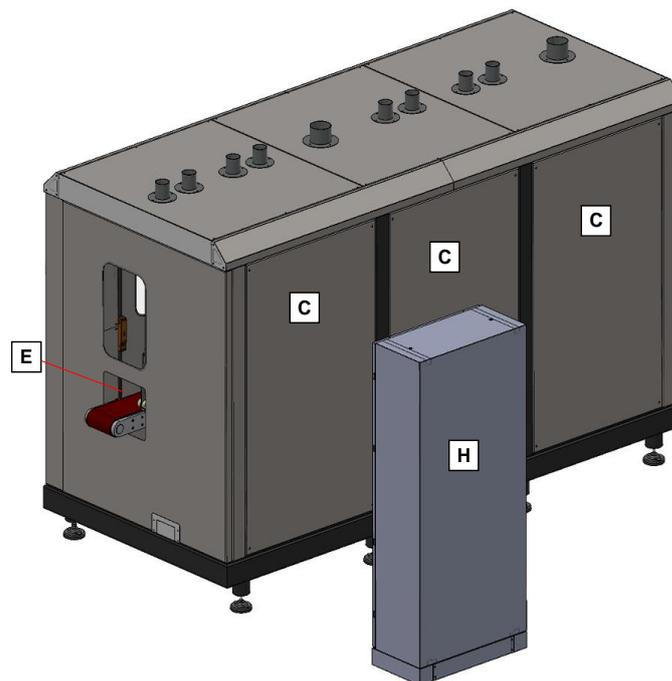

Abb. 2.2.2.1 b)
Die Maschine, die in Abb. 2.2.2 ohne die die Kabine bildenden Verkleidungen dargestellt ist, besteht im Wesentlichen aus einem stabilen Grundgerüst (A), das auf der Eingangsseite ein motorisiertes Gummiband (B) und auf der Ausgangsseite das aus den beiden unteren Schleifscheiben mit vertikaler Achse (C) und der Bürste mit horizontaler Achse (D) bestehende Modul sowie die beiden das Ausgangsprofil tragenden Leerlaufrollen (E) trägt. An der Rückseite auf der rechten Seite in Bezug auf die Werkstückzufuhr befinden sich zwei stabile Säulen (F), die in Längsrichtung miteinander verbunden sind und auf denen zwei vertikal bewegliche Kufen (G) laufen, die jeweils das Modul mit den beiden oberen Schleifscheiben (H) mit vertikaler